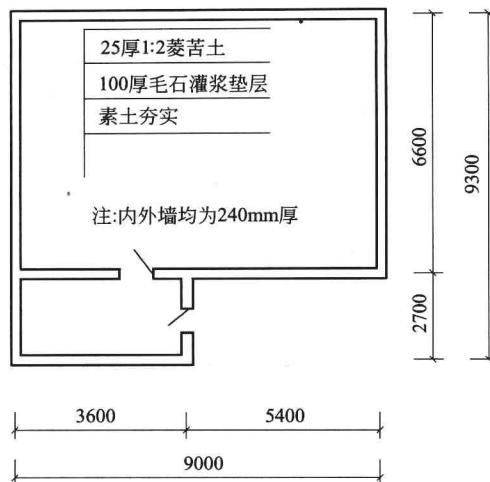

图 1-6 某展厅平面示意图
**【例 1-6】** 如图 1-6 所示, 求某工具室地面菱苦土整体面层工程量 (做菱苦土面层厚 25mm, 毛石灌 M2.5 混合砂浆厚 100mm, 素土夯实)。